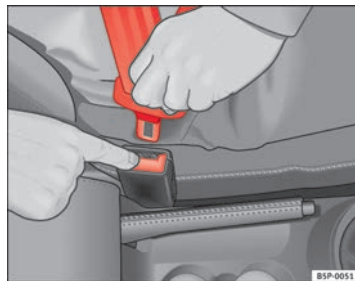

Fig. 15 Retirar la lengüeta del cierre del cinturón ▶
- Pulse la tecla roja que hay en el cierre del cinturón ⇒ fig. 15. La lengüeta del cierre es expulsada hacia fuera ⇒ .